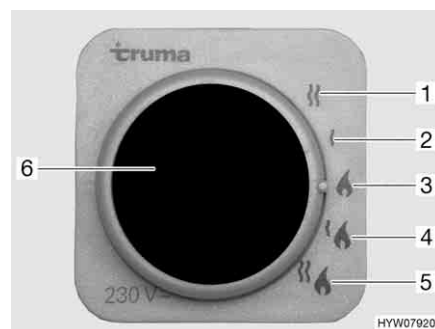

Fig. 194 Selettore di energia per riscaldamento/boiler
- Funzionamento a gas (Fig. 194,3)
- Funzionamento elettrico a 230 V con gradi di potenza da 900 W (Fig. 194,2) oppure 1800 W (Fig. 194,1)
- Funzionamento a gas e funzionamento elettrico a 230 V (funzionamento misto) con gradi di potenza da 900 W (Fig. 194,4) oppure 1800 W (Fig. 194,5)
Se viene selezionato il funzionamento elettrico a 230 V, la spia gialla di controllo si accende (Fig. 194,6).